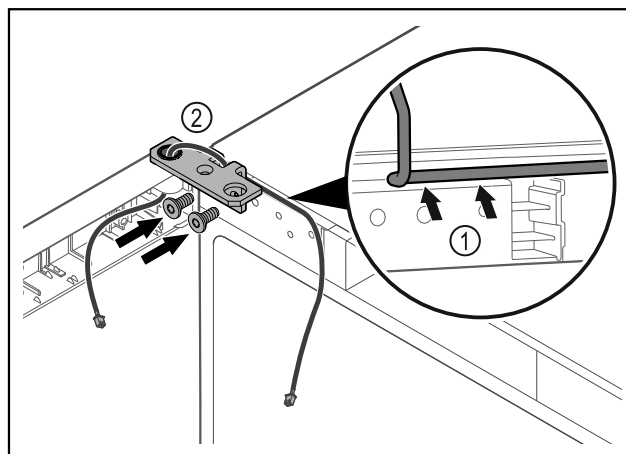

Fig. 37
- ▶ Кабель провести через виїмку шарнірного кутика і обережно прокласти Fig. 37 (1).
- ▶ Накрутити шарнірний кутик Fig. 37 (2).